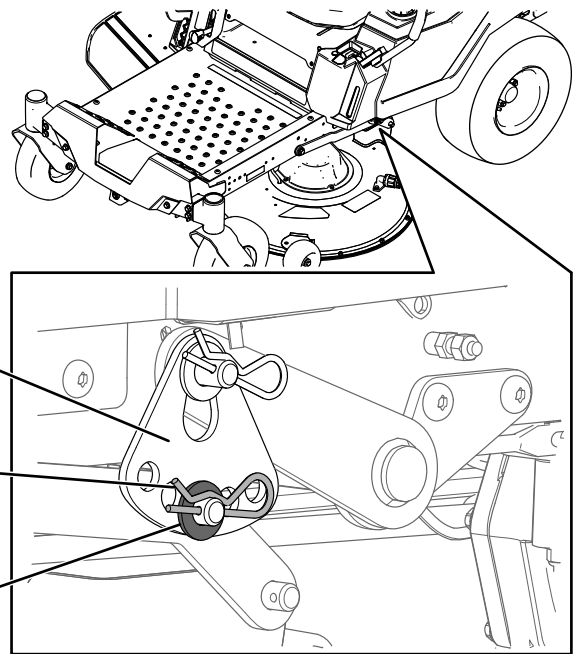

**Figura 64**
4. Coloque dos bloques de 6.6 cm (2 5/8") de grosor debajo de cada lado del borde delantero de la carcasa, pero no debajo de los soportes de los rodillos protectores del césped (Figura 64 o Figura 65).
5. Coloque dos bloques de 7.3 cm (2 7/8") de grosor debajo del borde trasero del faldón de la carcasa de corte, uno en cada lado de la carcasa de corte (Figura 64 o Figura 65).